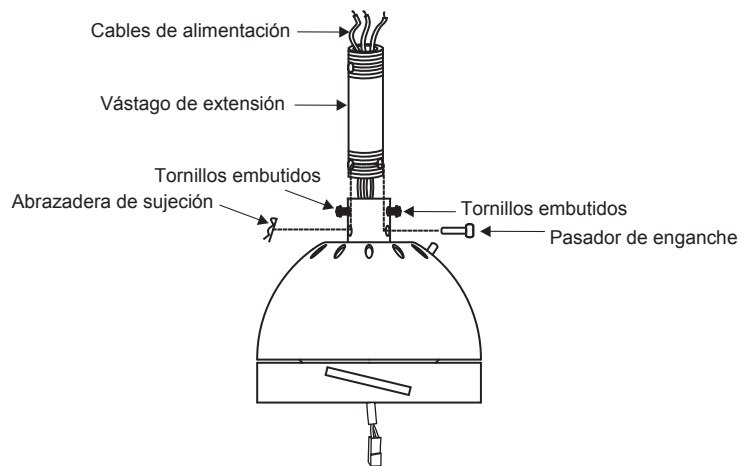

Fig. 8
Paso 6. Afloje los dos tornillos y retire el pasador de enganche y el clip de sujeción del acoplamiento en la parte superior del ensamblaje del motor. (**Fig. 8**)
Luego, vuelva a colocar el pasador de enganche y la abrazadera de sujeción. Ajuste ambos tornillos embutidos. (**Fig. 8**)